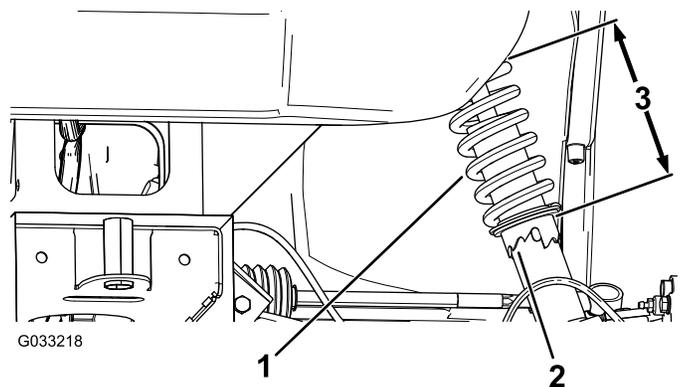

Figure 42
2. Si le carrossage des roues n'est pas correct, utilisez la clé à ergots pour tourner le collet sur l'amortisseur et orienter la roue correctement (Figure 42).